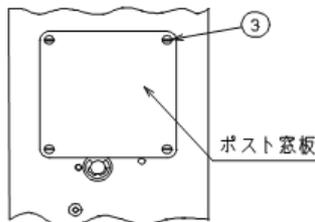

Fig.15
ポストの反作業側にあるポスト窓板止めねじ③(4ヶ所)を緩めて、ポスト窓板を外します。(Fig.15)
ポストの反作業側側にポスト窓板を止めねじ③(4ヶ所)で固定します。(Fig.15)